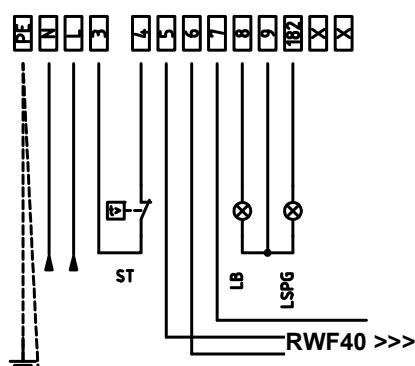

Рис. 29: Модулирующие горелки
3). В случае с модулирующими горелками, клеммы 5,6 и 7 клеммника MA горелки уже подсоединенны с модулирующему регулятору (мод. RWF 40). С электрощита выходит 4-х полюсная вилка, предназначенная для подключения датчика температуры или давления (см. Рис. 29)